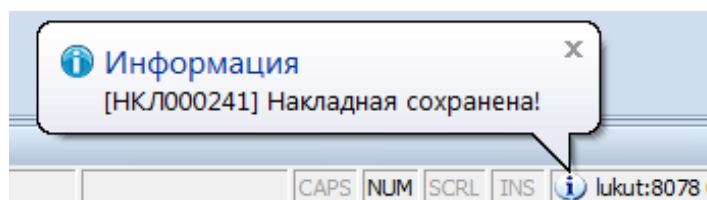

Рисунок 132. Пример сообщения в окне "Информация"
- в окне «**Информация**» появится сообщение о сохранении выписанной накладной (рис. 132).